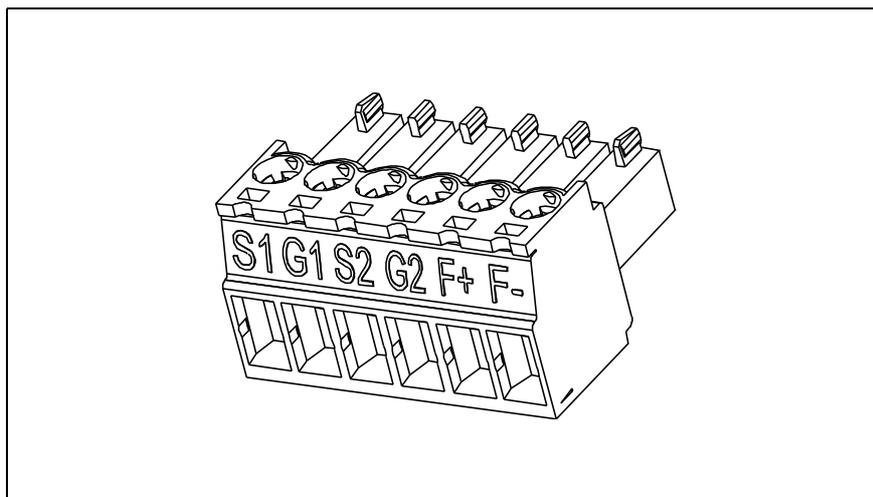

Figura 7. Connettore STO.
- Connettore morsetti STO (Connettore nero a sei pin, si veda la Figura 7)